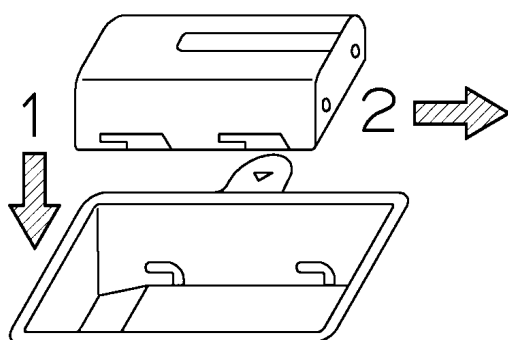

図3-2
a) バッテリーパックの取り付け（図3-2を参照してください）